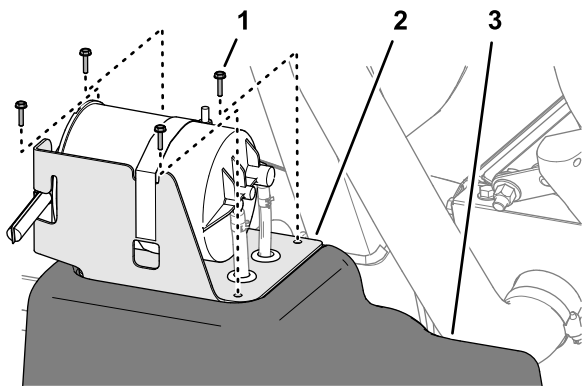

Рисунок 89
5. Совместите отверстия в кронштейне бачка с активированным углем с отверстиями в топливном баке (Рисунок 89).
6. Прикрепите кронштейн к баку (Рисунок 89) с помощью 4 винтов (№ 10 x 3/4 дюйма).